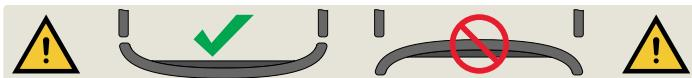

Abbildung 16 – Ausrichtung das Fußteils
1. Die gebogenen Fußteilecken mit dem Kopfende des Betts ausrichten (Abbildung 16).